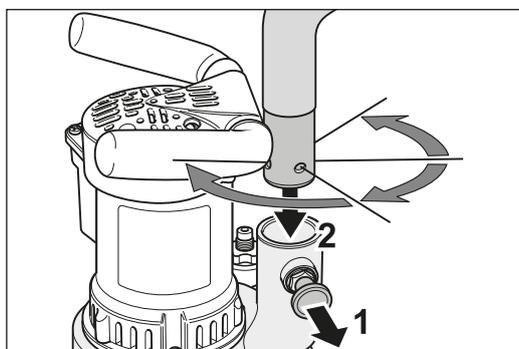

Fig. 2 Tirar del perno fijador e introducir el tubo en el encaje.
- 2 Tire del perno fijador situado en el encaje del tubo de aspiración de la caja del ventilador y conecte al mismo tiempo el tubo del ventilador al tubo de aspiración (Fig. 2).